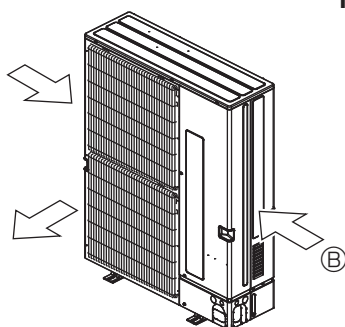

Fig. 2-4
- ③ Placez l'appareil de sorte que la sortie d'air souffle dans la direction perpendiculaire à celle des vents saisonniers, si celle-ci est connue. (Fig. 2-4)
④ Dispositif de protection contre le vent
⑤ Sens du vent